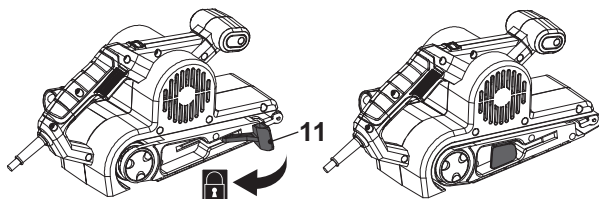

Fig. 3
3. Remettez le levier de verrouillage (11) en place. Tirez légèrement la bande abrasive (8) pour vérifier qu'elle est correctement positionnée (Fig. 3).